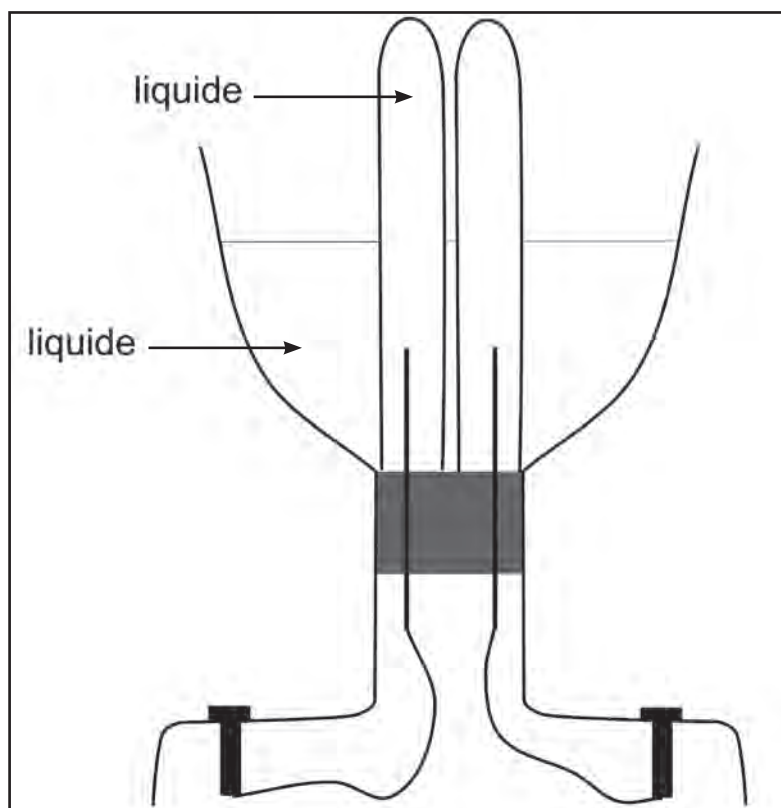

Fig. f74.2
- Coiffer chaque électrode avec un tube à essai retourné rempli d'eau (figure f74.2).
Lorsque les tubes à essai sont retournés comme l'indique la figure f74.2, l'eau ne tombe pas ! En faisant appel à tes connaissances de la classe de quatrième, explique pourquoi.